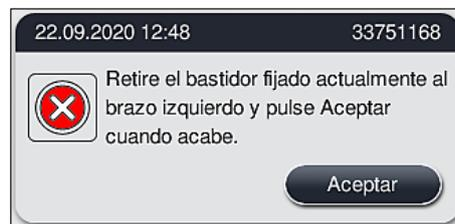

Fig. 131
5. Confirme con el botón **Aceptar** (→ "Fig. 131").